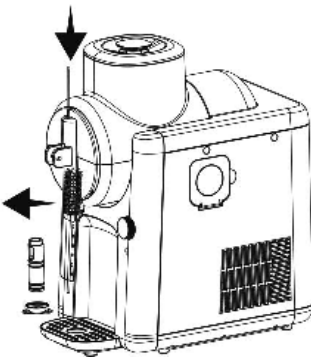

Abb. 6
5. Drehen Sie die vordere Abdeckung des Mischbehälters gegen den Uhrzeigersinn, um sie zu entriegeln, und nehmen Sie sie anschließend ab (Abb. 6).